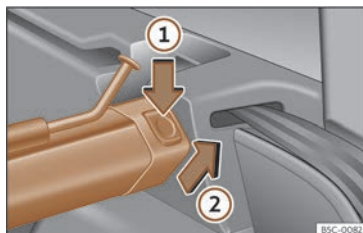

Fig. 182 No maleteiro: desmontar a rede de separación.
- Prema a tecla de desbloqueo esquerda ou dereita >>> **fig. 182** no sentido da frecha ①.
- Extraia a carcasa do soporte no sentido da frecha >>> **fig. 182** ②.
- Prema a carcasa nos soportes esquerdo e dereito no sentido contrario ao da frecha >>> **fig. 182** ② ata que encaixe. As marcas vermellas das teclas de desbloqueo deberán deixar de verse.